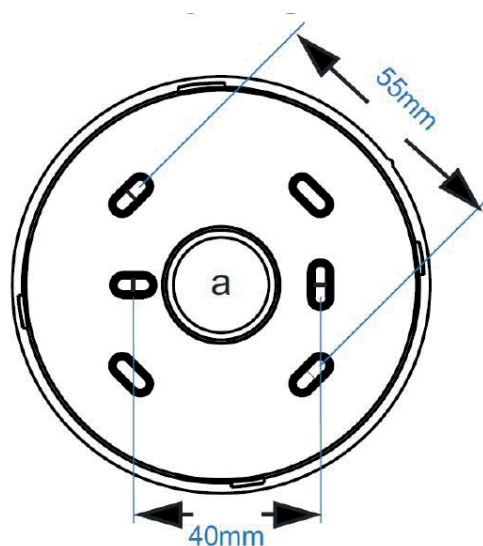

FIGURA 1
- > Realizzare il foro per il cavo (punto a) del contenitore inferiore (Figura 1) e inserire i cavi dell'allarme sonoro.